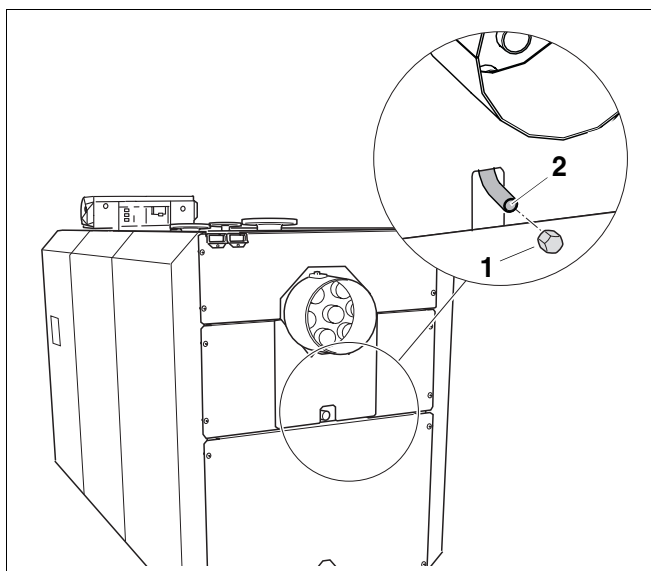

Fig. 56 Ouvrir / fermer l'écoulement de nettoyage
- Retirer le capuchon de l'écoulement de nettoyage (fig. 56, **pos. 1**).
- Refermer l'écoulement de nettoyage (fig. 56, **pos. 2**) avec le capuchon (fig. 56, **pos. 1**).